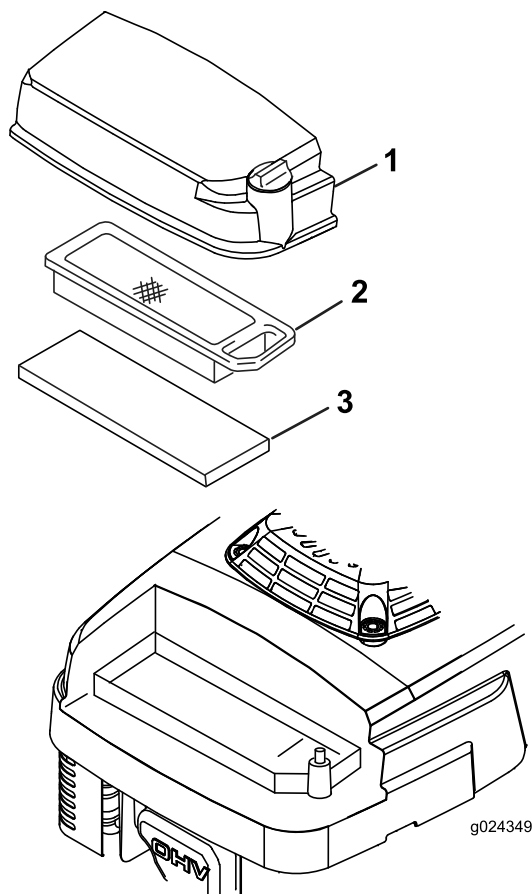

Figura 17
3. Allentate la vite sul coperchio del filtro dell'aria (Figura 17).
5. Togliete e controllate i filtri di carta dell'aria (Figura 17) e sostituiteli se sono eccessivamente sporchi.
6. Togliete il prefiltro in schiuma sintetica (Figura 17) e lavatelo con acqua e detersivo neutro, infine tamponatelo finché non è asciutto.